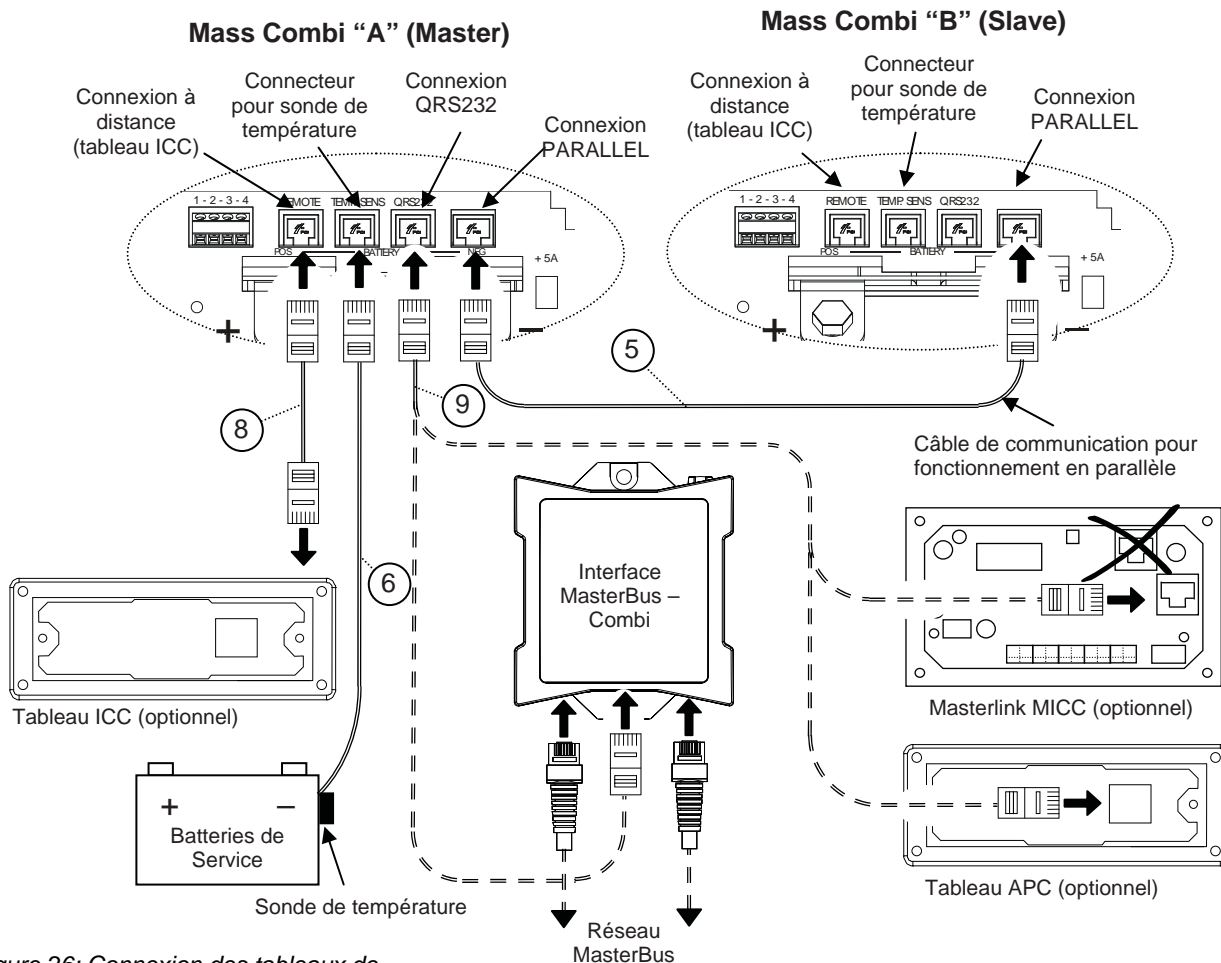

Figure 26: Connexion des tableaux de télécommande, des sondes de température et du câble de communication pour fonctionnement en parallèle
- Voir référence ②. Connecter les bornes "OUTPUT POWER" du Combi B au groupe de distribution de puissance.
- Voir référence ③. Connecter les bornes "OUTPUT SHORT BREAK" des Combi A et B à la distribution inverseur. Ne pas inverser les fils L, N et PE !
- Voir référence ④. Faire passer les câbles C.C. entre la distribution C.C. et chaque Mass Combi. Connecter le fil rouge à la connexion plus (+), et le fil noir à la connexion moins (-). Ne pas installer les fusibles C.C. de la distribution C.C. avant que toute l'installation ne soit terminée (voir chapitre 7).
- Voir la figure 26, référence ⑤. Faire passer le câble de communication modulaire à 8 pôles entre le Combi A et le Combi B. Connecter ce câble à la fiche du "PARALLEL".
- Voir référence ⑥. Attacher la sonde de température à la batterie de service et faire passer le câble dans le Combi A, puis connecter le connecteur RJ12 à l'entrée "TEMP.SENS"
- 1 Voir Figure 26, référence ⑧. Si vous souhaitez installer le tableau de télécommande ICC, faire passer le câble de communication entre le Mass Combi A et le tableau. Connecter le connecteur RJ12 à l'entrée "REMOTE" (Data Bus Connections) du Mass Combi A.
- 2 L'interface MasterBus-Combi ou différents tableaux, autre que le tableau de télécommande ICC peuvent être connectés à la connexion QRS232" (référence ⑨). Se référer au Manuel d'utilisation applicable pour instructions.